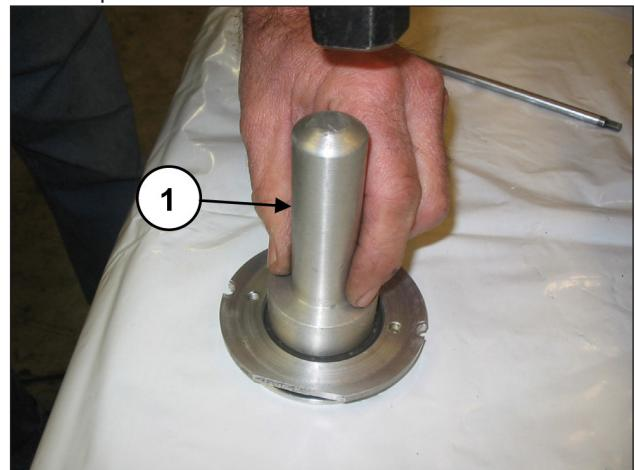

Fig. 174
Monter le joint Spi sur le carter d'huile (rep. ①, Fig. 174) à l'aide d'un tampon réf. 27910900.